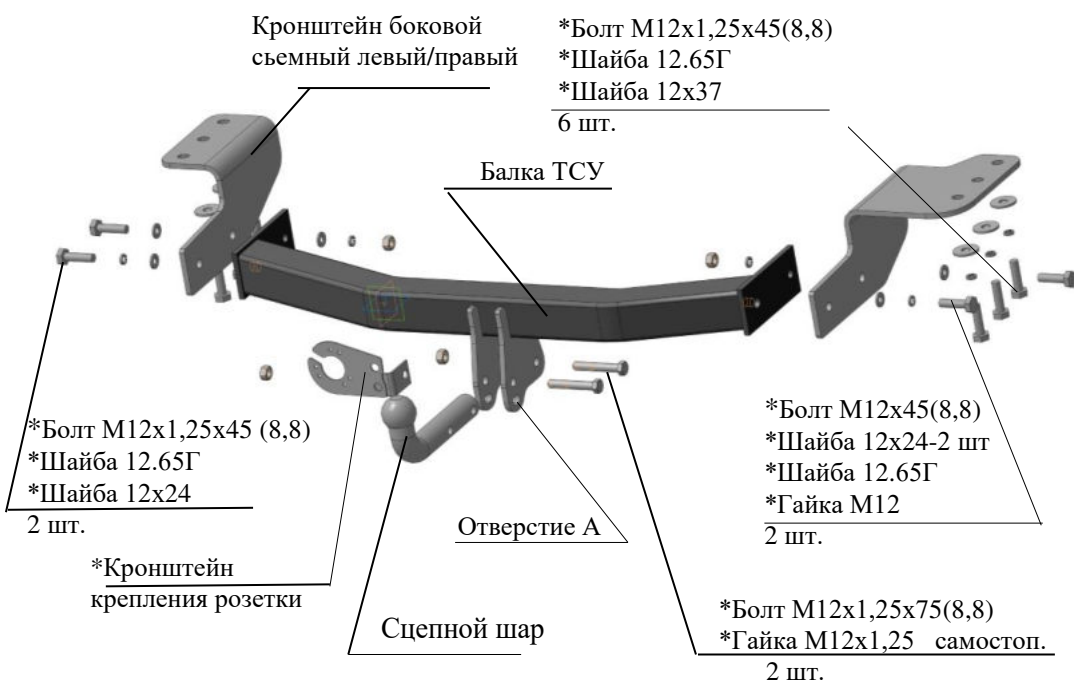

Рис.1 Тягово-цепное устройство ТСУ 7870.
2.1 ТСУ 7870 в сборе (рис.1)	1 шт.
2.2 Пакет с комплектующими (см. рис.1)	1 шт.
4.2 Закрепить левый и правый боковые съемные кронштейны (соответственно рис.1) к нижним полкам лонжеронов а/м болтами М12х1,25х45 (используя гайки приварные штатные), под головки болтов подложить шайбы 12.65Г и 12х37. Крепеж не затягивать.